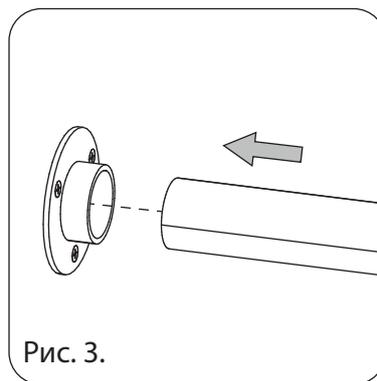
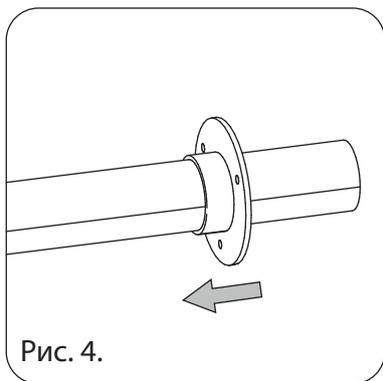

Рис. 3.
Рис. 4.
2. Отщелкните петлю от ответной планки (см. рис. 4).
3. Вставьте штангу в штангодержатель (см. рис. 3), одновременно надев второй штангодержатель с обратной стороны (см. рис.4) .